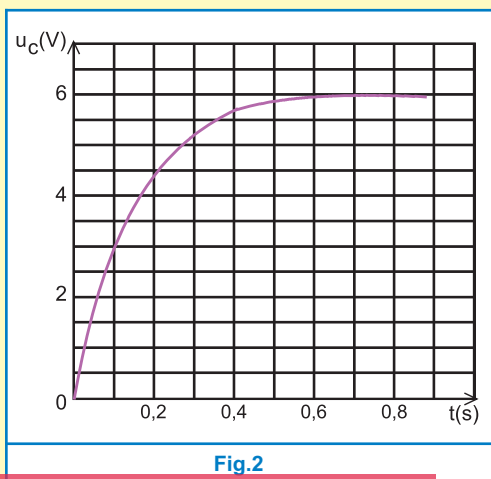

Fig.2
1°) En plaçant le commutateur dans la position 1, on obtient la courbe $u_C(t)$ de la figure 2.
a) Interpréter l'allure de la courbe $u_C(t)$ de la figure 2.
En conséquence, déterminer graphiquement θ revient à déterminer τ_1 . On trace alors la tangente à la courbe de charge (Fig 2). au point d'abscisse $t = 0$, puis on projette son intersection P avec l'asymptote $u = E$ sur l'axe des temps comme il est indiqué dans la figure ci-contre. On obtient alors, $\tau_1 = 0,1$ s. Donc $\theta = 0,5$ s.